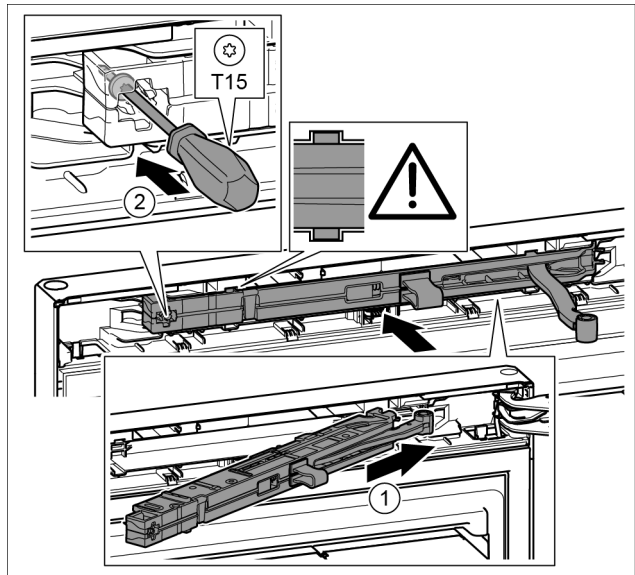

Fig. 48
- ▶ Jednotku tlumiče zavírání na straně stojanu ložiska zasuňte až na doraz šikmo do výklenku. Fig. 48 (1)
- ▶ Šroubovákem T15 pevně utáhněte šroub. Fig. 48 (2)